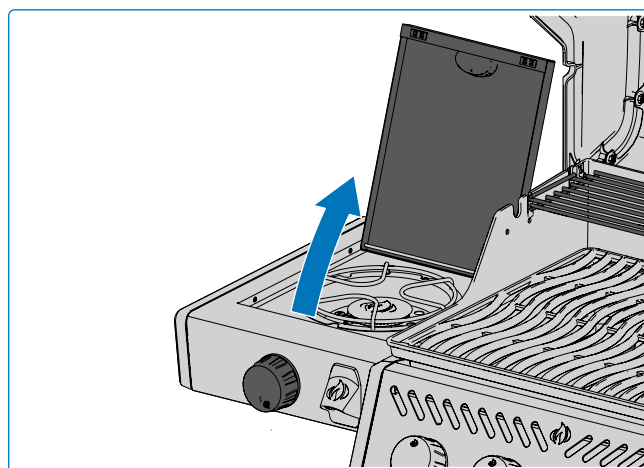

Fig. 9
1. Ouvrez le couvercle du brûleur. (**Fig. 9**).